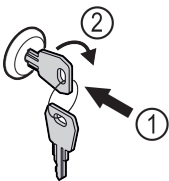

Fig. 140
- ▶ Вставьте ключ Fig. 140 (1).
- ▶ Поверните ключ на 90° по часовой стрелке Fig. 140 (2).